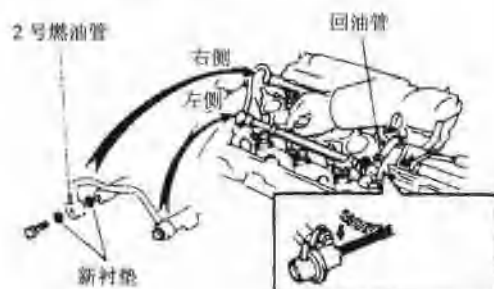

图 1.39 左侧输油管和2号燃油管的位置
- 将左侧输油管和 2 号燃油管连同 3 个喷油嘴放在进气歧管上, 如图 1.39 所示。